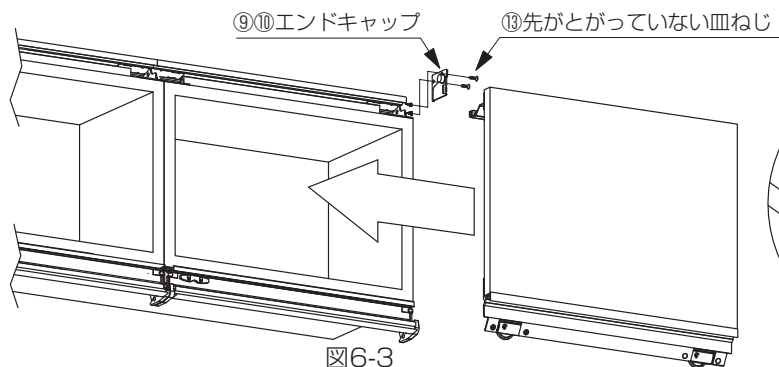

図6-3
1 ③扉ブラケットの先端を①上レールの溝に合わせた後、ローラーを②下レールの溝に合わせ、扉を差し込みます。（図6-3、6-4、6-5）